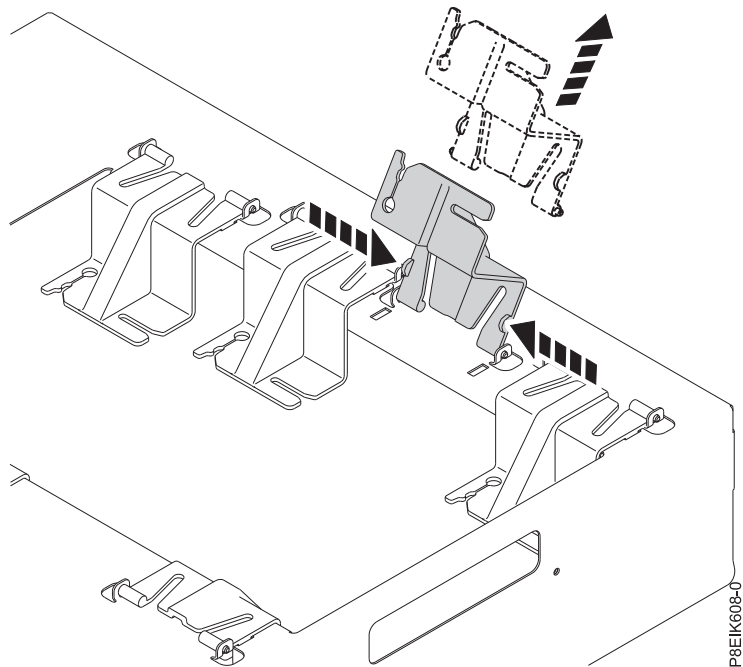

Figura 29. Extracción del soporte de la portadora
- a. Gire el soporte hacia arriba. Pellizque en los lados para extraer el soporte de la portadora, como se muestra en la Figura 29.